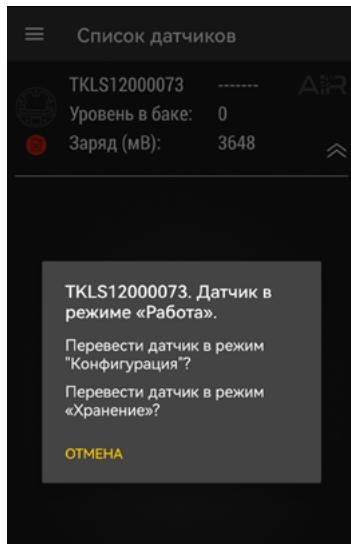

Рис.24. Включение режима «Хранение»
- После считывания NFC метки появится меню выбора режима датчика (**Рис.24**). Далее выберите режим: «Хранение».